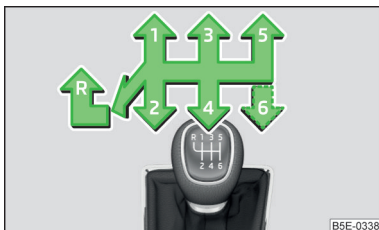

Fig. 100
Pe schimbătorul de viteze sunt reprezentate pozițiile individuale ale treptelor de viteză » fig. 100.
- Aduceți schimbătorul de viteze la maxim, înspre stânga și apoi înspre înainte, în poziția **R** » fig. 100.